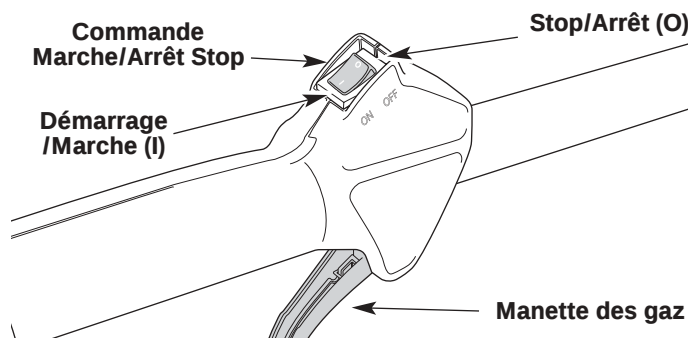
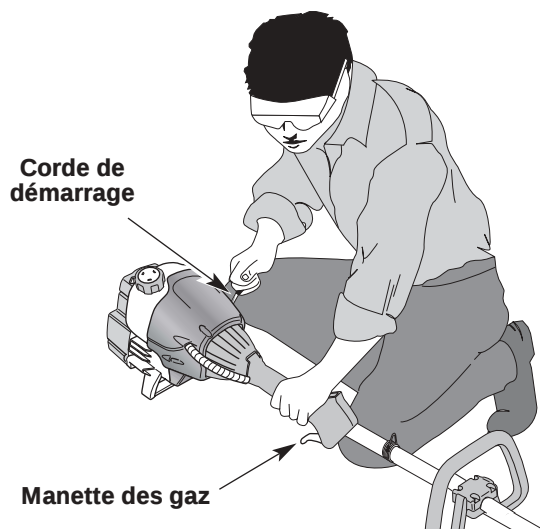

Fig. 3
Fig. 5
2. Mettez la commande Marche/Arrêt Stop en position **MARCHE (I)** (Fig. 3).
5. L'appareil étant prêt à démarrer (Fig. 5), **N'APPUYEZ PAS SUR LA MANETTE DES GAZ** et tirez brusquement sur la corde de démarrage 5 fois de suite, le levier EZ-Start^{MC} étant tourné vers la gauche. Si le moteur essaie de démarrer avant le cinquième tir, passez à l'étape 7.
REMARQUE : si le moteur cale pendant que vous appuyez sur la détente, continuez d'appuyer sur celle-ci et tirez sur la corde de démarrage jusqu'à ce que la désherbeuse démarre (Fig. 5).
REMARQUE : il n'est pas nécessaire d'utiliser l'étrangleur pour démarrer un moteur chaud. Mettez la commande Marche/Arrêt Stop en position MARCHE (Fig. 3), puis appuyez sur la manette des gaz et tirez rapidement sur la corde de démarrage (Fig. 5).
1. Relâchez la manette des gaz (Fig. 5). Laissez le moteur refroidir au ralenti.
2. Mettez la commande Marche/Arrêt Stop en position **ARRÊT (O)** (Fig. 3).